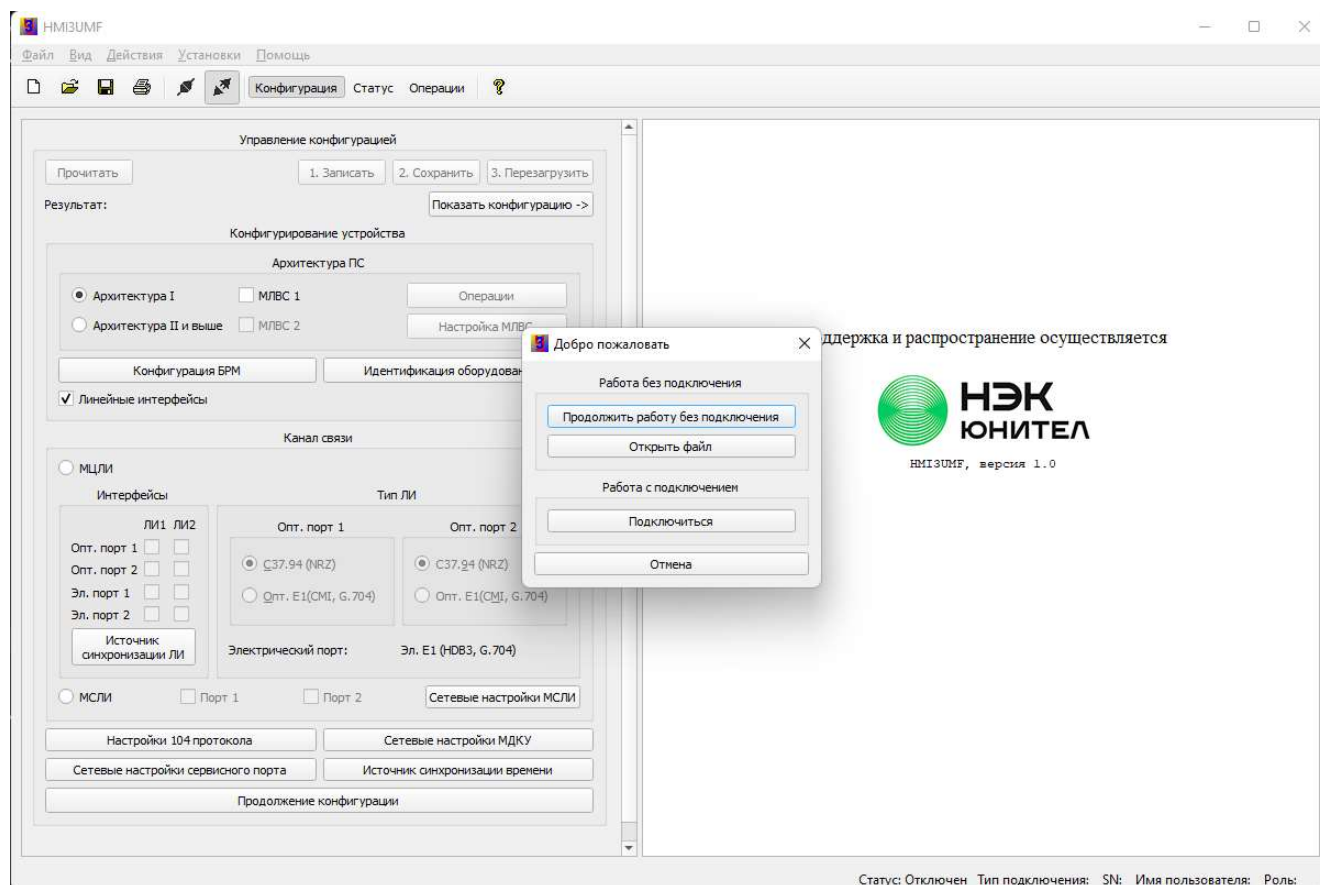

Рис. 4 Стартовое окно приложения «НМИ3УМФ»
7.1.1 Для запуска приложения «НМІЗУМF» необходимо кликнуть кнопкой мышки по ярлыку программы на рабочем столе, показанному на Рис. 2, либо вызвать приложение через кнопку Пуск (Рис. 3) и проследовать по Пуск\Все приложения\НМІЗУМF. При этом откроется стартовое окно приложения, показанное на Рис. 4
7.2.1 Для запуска приложения «НМІЗУМF» необходимо перейти в каталог, где располагается приложение и набрать в командной строке: «./НМІЗУМF». При этом откроется стартовое окно приложения, показанное на Рис. 4